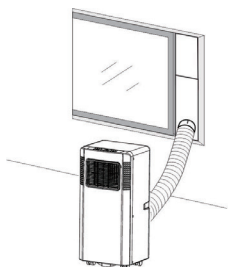
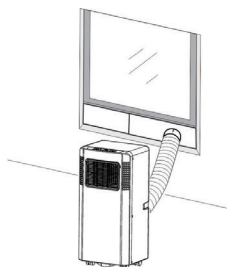

Fig. 2
Fig. 2a
- 2) Come indicato in Fig. 2 e Fig. 2a, installare il tubo di scarico e regolare bene la posizione della finestra.